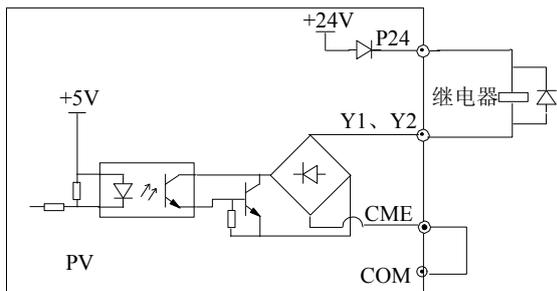

图3-28 多功能输出端子接线方式 1
①多功能输出端子 Y1、Y2 可使用变频器内部的 24V 电源，接线方式请参见图 3-28。